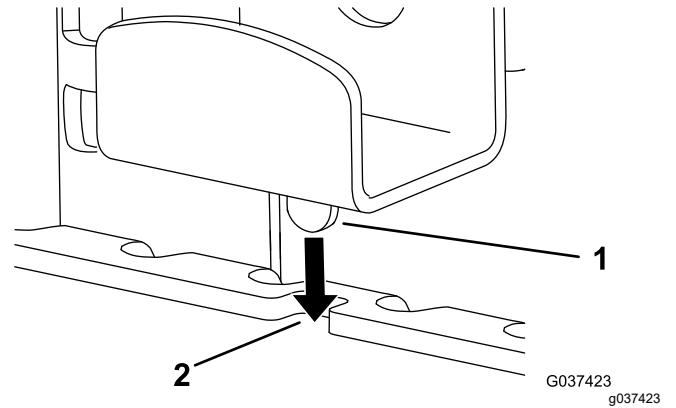

Figura 19
2. Allentate la manopola e abbassate la staffa superiore, inserendo l'aletta nell'incavo nella staffa della cerniera (Figura 19).